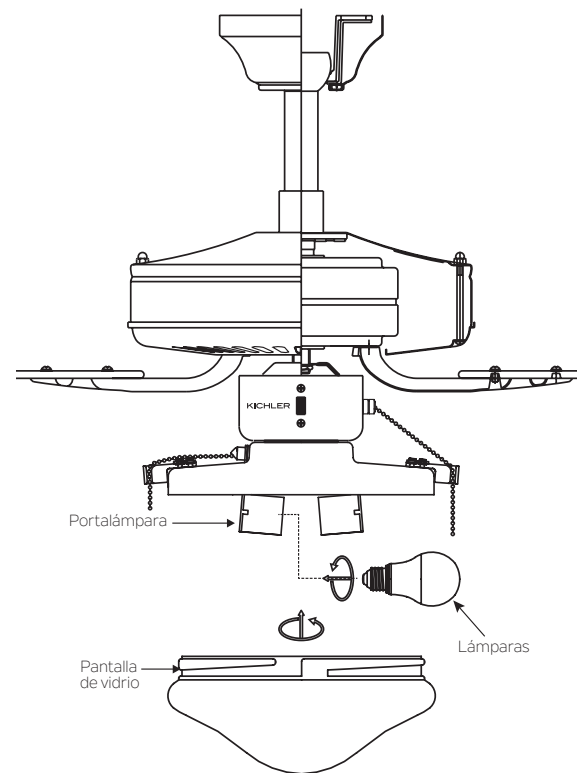

Fig. 3
1. Instale las dos lámparas LED E26 de 9 vatios (incluidas), una en cada portalámparas. (Fig. 3)
2. Monte la pantalla de vidrio en el kit de luz girando la pantalla de vidrio en el sentido de las agujas del reloj. **NO APRIETE DEMASIADO.** (Fig. 3)